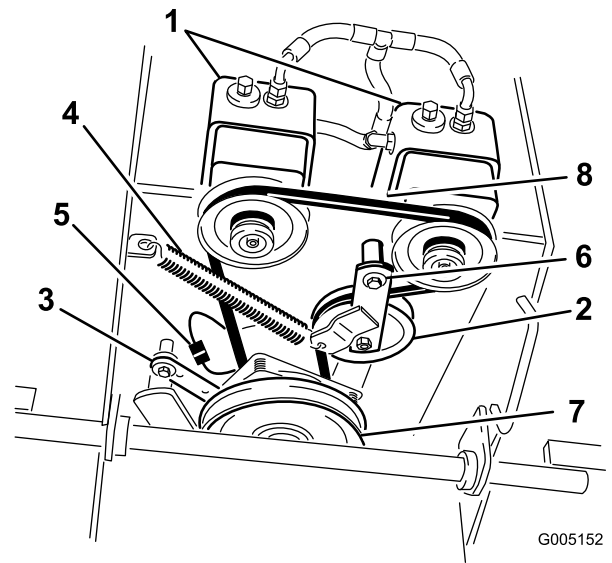

Figura 48
7. Desenganche el muelle de la polea tensora del bastidor (Figura 48).
9. Coloque el muelle tensor entre el brazo de la polea tensora y el soporte del bastidor (Figura 48).
10. Monte el soporte del embrague en la plataforma del motor (Figura 48).
6. Desconecte el soporte del embrague de la plataforma del motor (Figura 48).